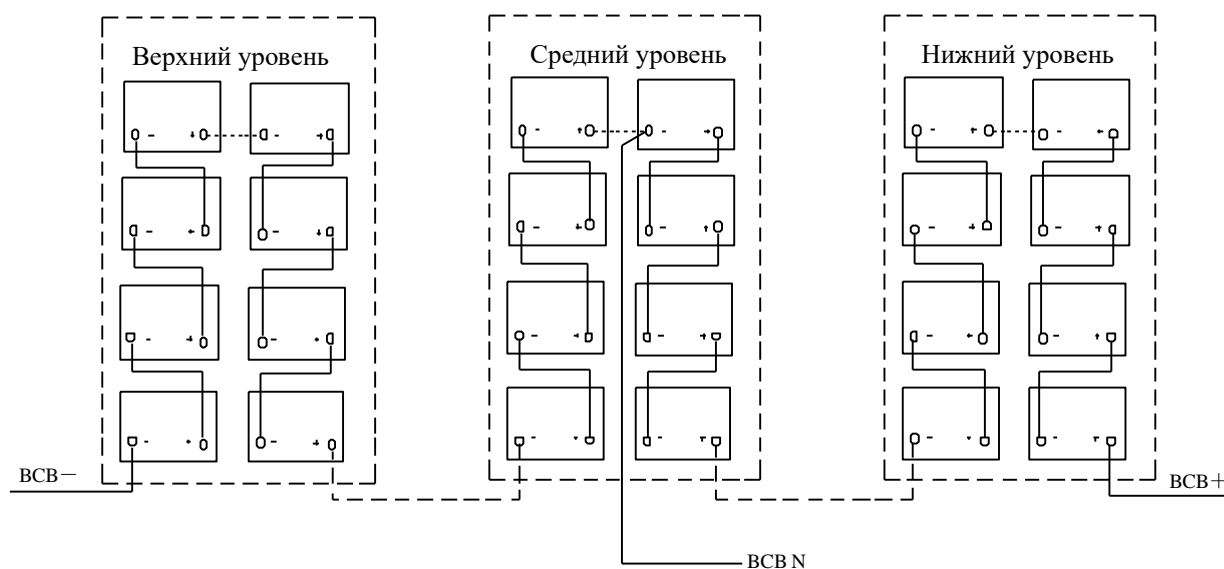

Рисунок 7-3. Схема подключения батарей
8. При подключении батарей см. схему подключения на рис. 7-3.